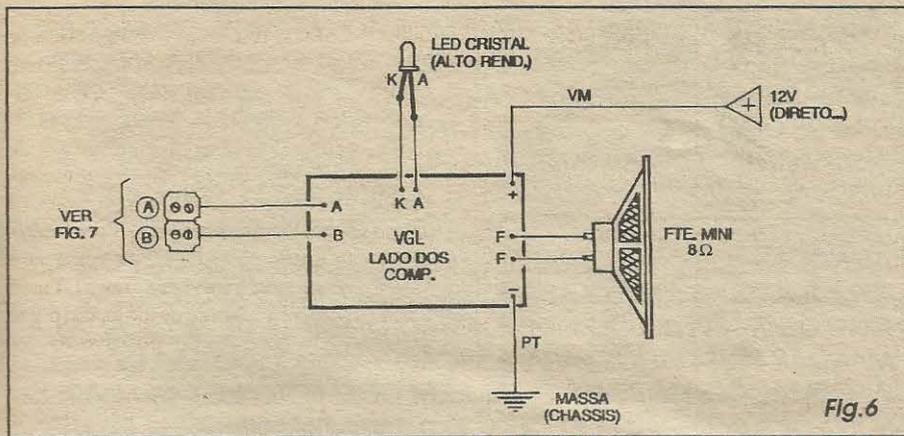

Fig. 6
**- FIG. 6 - CONEXÕES EXTERNAS À PLACA** - Vemos a plaquinha ainda pela sua face não cobreada, enfatizando-se as ligações *do impresso para fora*... Embora fáceis, tais conexões exigem também atenção e cuidado, nas suas identificações, polaridades, etc. O LED deve ter seus terminais de **anodo (A)** e **catodo (K)** ligados respectivamente aos pontos **A** e **K** do impresso, através de um par de fios finos